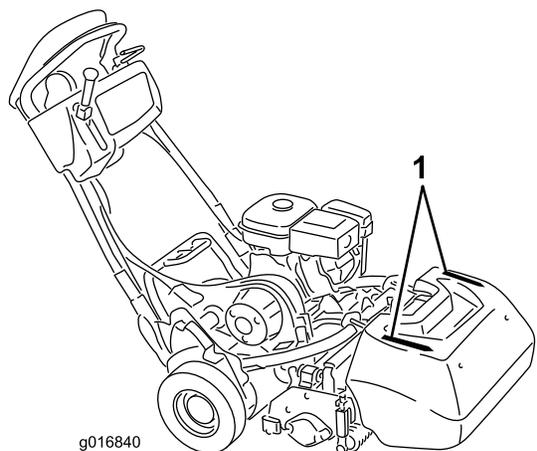

图29
- 为帮助剪草机保持在果岭上的直线操作且和上一道剪草边缘的距离保持均衡应使用集草斗上的对准条图29。